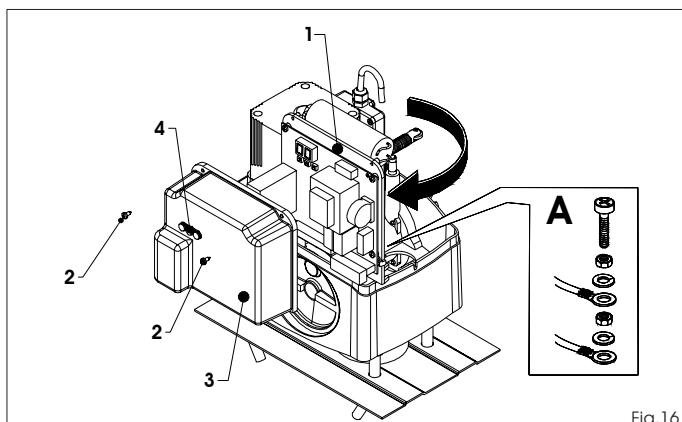

Fig.16
Conecte el cable de puesta a tierra como se indica en la Fig. 16 ref. A
En los motorreductores versión "C" el equipo electrónico de mando está fijado a un soporte orientable (Fig. 16 ref. 1) con tapa transparente (Fig. 16 ref. 3). En la tapa se han posicionado los pulsadores de programación de la tarjeta (Fig. 16 ref. 4), esto permite programar la tarjeta sin tener que quitar la tapa. Para conectar correctamente la central aténgase a lo indicado en las específicas instrucciones.